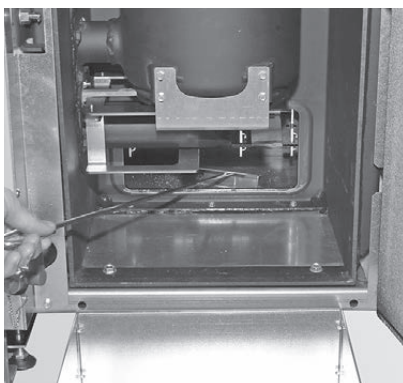

Fig. 43 Asche unter der Nachheizfläche in Aschelade entfernen
- ▶ Asche unter der Nachheizfläche mit Kratze in die Aschelade entfernen – Fig. 43.